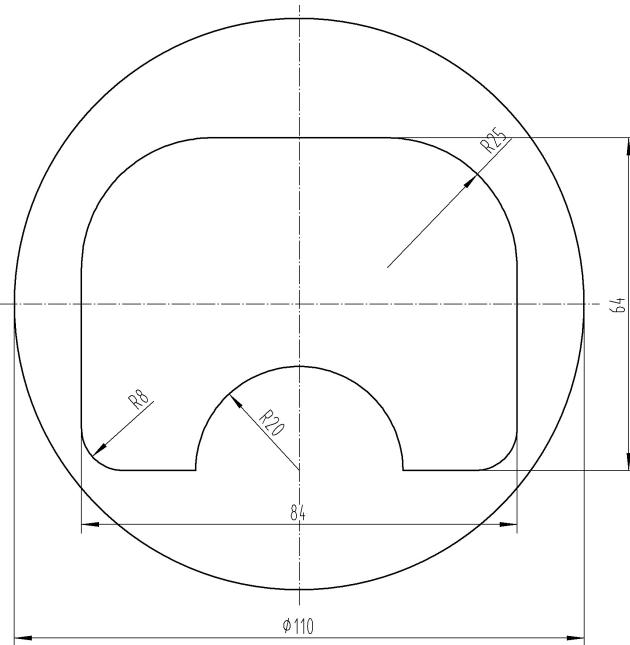

图 15: 复习实例 2
- 5、 在数控铣床或加工中心上加工如图15所示的零件，试完成程序的编写。(试用 I、J、K 编写，凸台高 5mm)